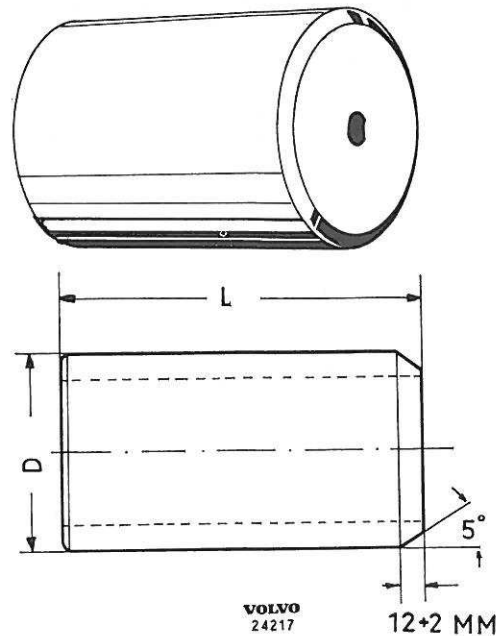

Figure 63. Mandrin de montage (démarreur EGD)
- Avant le montage, les enroulements d'excitation doivent être chauffés légèrement. Poser ensuite les masses polaires en place dans les enroulements d'excitation, puis introduire le tout dans la carcasse du démarreur. Serrer légèrement les vis polaires. Se servir d'un mandrin de montage de dimensions convenables, voir croquis figure 63. Poser la carcasse du démarreur dans l'appareil et serrer définitivement les masses polaires.